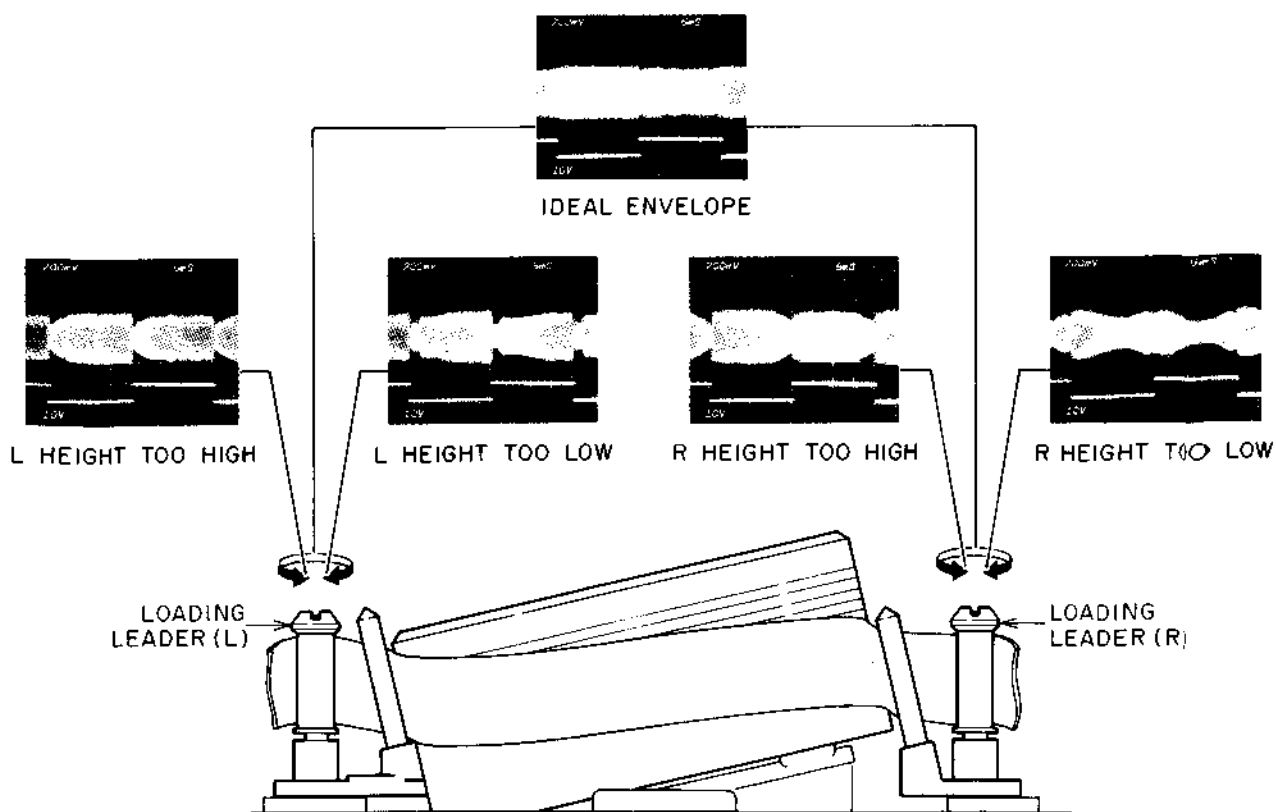

Fig. 7-5
- 3) Connect an oscilloscope to TP1 RF ENVELOPE Test terminal on the MAIN P.C BOARD and turn the LOADING LEADER height adjustment screw head to obtain the flat envelope as Fig. 7-5 idela envelope.
- 3) Connectez un oscilloscope à borne de test TP1 Enveloppe RF sur le circuits imprimés MAIN, tournez la vis d'ajustement de hauteur du guide de chargement afin d'obtenir une enveloppe plate et idéale comme dans Fig. 7-5.
- 2) Slightly turn the LOADING LEADER HEIGHT ADJUSTMENT SCREW HEAD (L) (R) to obtain the IDEAL ENVELOPE as shown in Fig. 7-5.
- 2) Tournez légèrement la vis de réglage de la hauteur du guide de chargement (LOADING LEADER HEIGHT ADJUSTMENT SCREW HEAD) (L) (gauche) et (R) (droite) pour obtenir l'enveloppe idéale (IDEAL ENVELOPE) comme montré dans Fig. 7-5.